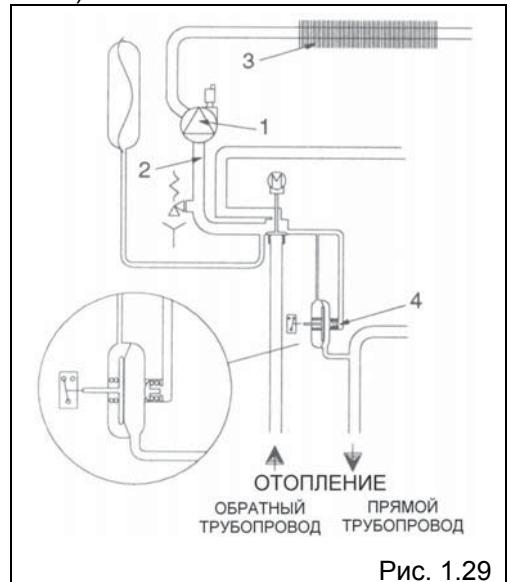

Рис. 1.29
1.6.4 Принцип работы гидравлического контура отопления (рис. 1.29)